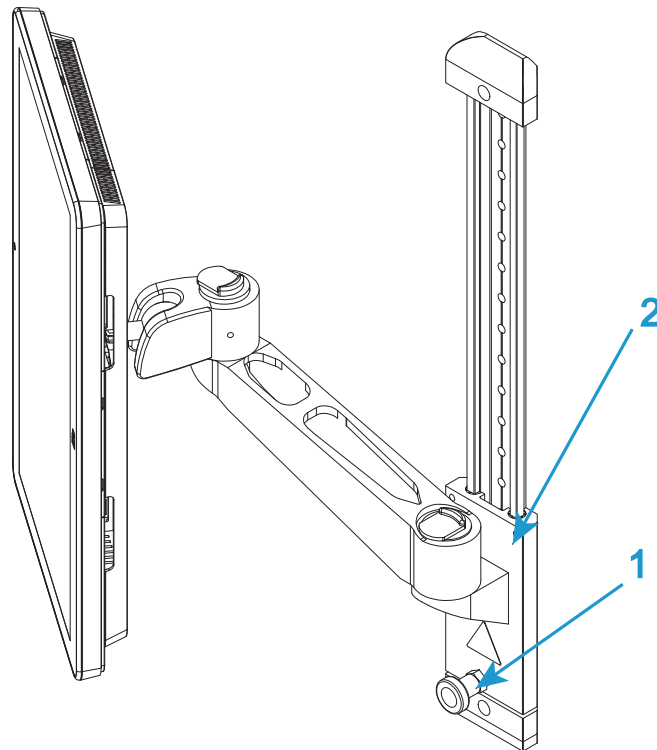

Abbildung 9. Höhenverstellung
1. Sie können die Höhe des Bluehill® Bedienerdashboard für eine komfortable Bedienung für alle Bediener einstellen. Lösen Sie die Verriegelung (1 in Abbildung 9 auf Seite 50) und schieben Sie die Armhalterung (2 in Abbildung 9 auf Seite 50) in die gewünschte Höhe. Ziehen Sie die Verriegelung wieder fest.